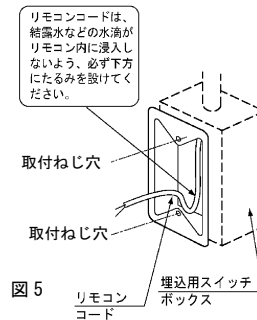

図5
- ④リモコンコードを壁に固定して貯湯ユニットまで配線します。
(3) リモコンコードを壁中に通す場合(コード埋込配線)
- ①リモコン取付位置に埋込用スイッチボックス(JIS1個用)を取り付けてください。
- ②リモコンコードを電線管に通し、貯湯ユニットまで配線してください。(図5)